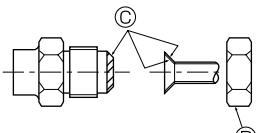

Fig. 5-5
- Ⓐ (Fig. 5-5)
5.5. Connexion des tuyaux (Fig. 5-4) (Fig. 5-5)
[Fig. 5-5]